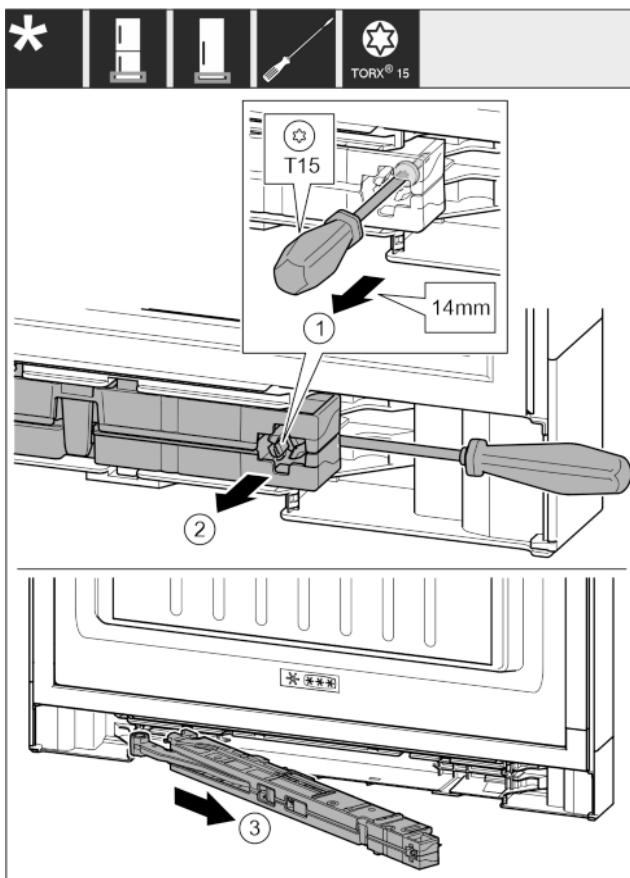

Fig. 14
- Schraube an Schließdämpfereinheit mit Schraubendreher T15 ca. 14 mm lösen. Fig. 14 (1)
- Mit Schraubendreher grifffseitig hinter Schließdämpfereinheit fahren. Einheit nach vorn drehen. Fig. 14 (2)
- Einheit herausziehen. Fig. 14 (3)